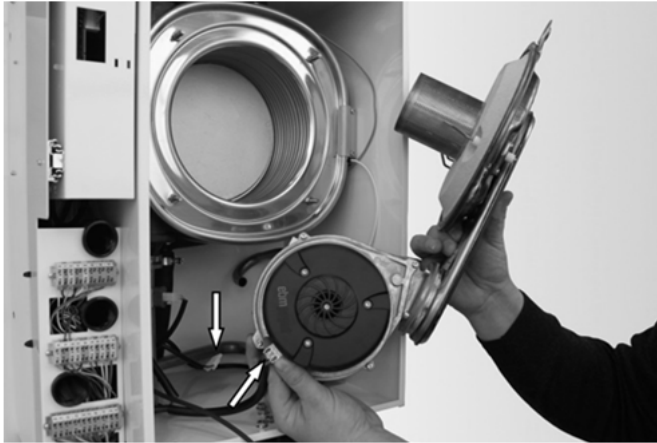

Abb. 31: Netz- und den Steuerstecker sowie demontierte Brenneinheit
- ➔ Ziehen Sie die Stecker von der Zündleitung (2), der Ionisationsleitung (1) und der PE-Leitung (3) ab.
- ➔ Lösen Sie die vier Befestigungsmuttern (4) an der Brennerplatte.
- ➔ Ziehen Sie den Netz- und den Steuerstecker vom Gebläse ab (s. Abb. 31).